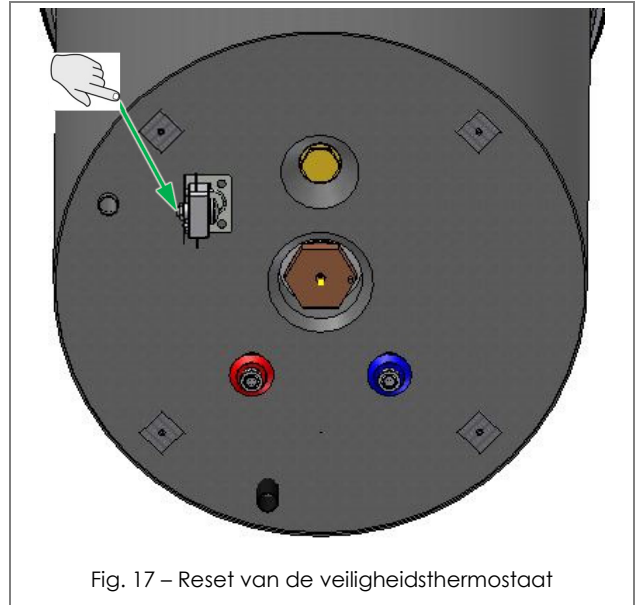

Fig. 17 – Reset van de veiligheidsthermostaat
- Druk de pen in van de geactiveerde maximaal thermostaat (Afb. 17);